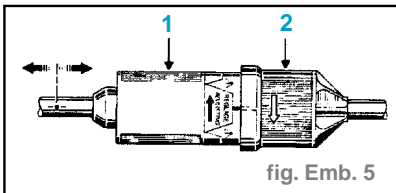

fig. Emb. 5
- Constat d'usure de la friction de l'embrayage (garde d'usure mini **G = 0**). Le véhicule nécessite un réglage de la garde. Rotation d'1/4 de tour du boîtier (1) par rapport au couvercle (2) pour obtenir la position réglage. (fig. Emb. 5)